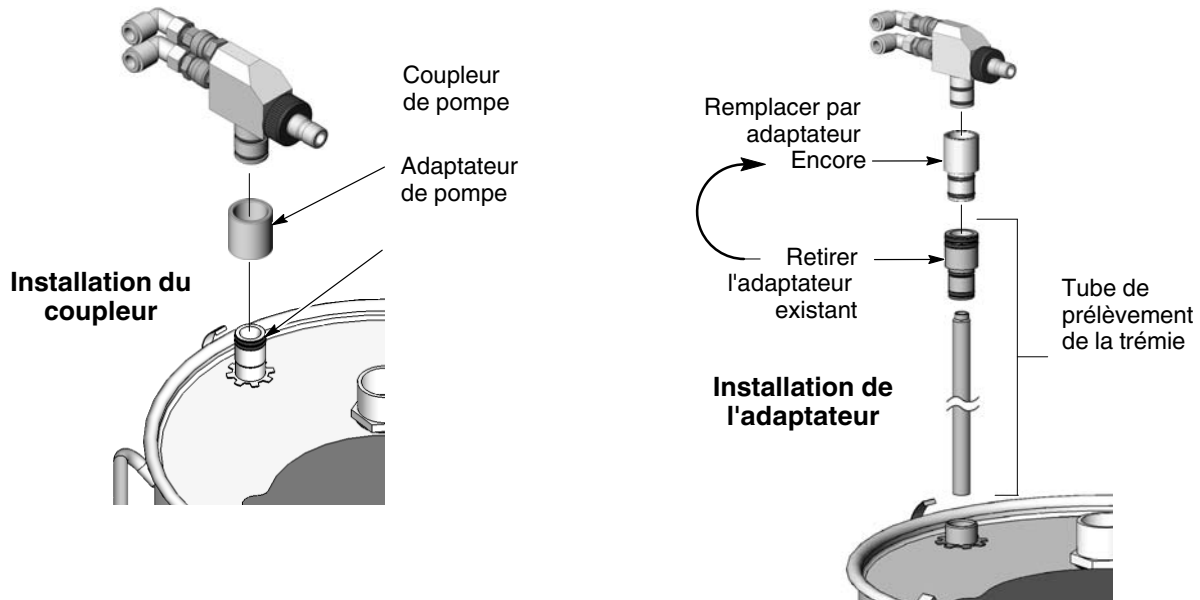

Figure 3-8 Montage de la pompe avec le kit adaptateur ou le coupleur sur les trémies HR ou NHR
1. Voir la figure 3-8. Retirer le tube de prélèvement du support de pompe dans le couvercle de la trémie, puis dévisser l'adaptateur existant du tube de prélèvement.
Voir la figure 3-8. Le coupleur permet d'utiliser l'adaptateur de pompe existant. Monter le coupleur de pompe sur le support de pompe existant avec un léger mouvement de torsion, puis monter la pompe dans le coupleur avec le même mouvement.